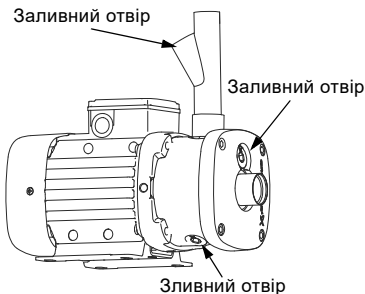

Рис. 11 Положення заливних отворів і зливного отвору
4. Витягніть пробку заливного отвору у насосі. Див. рис. 11.